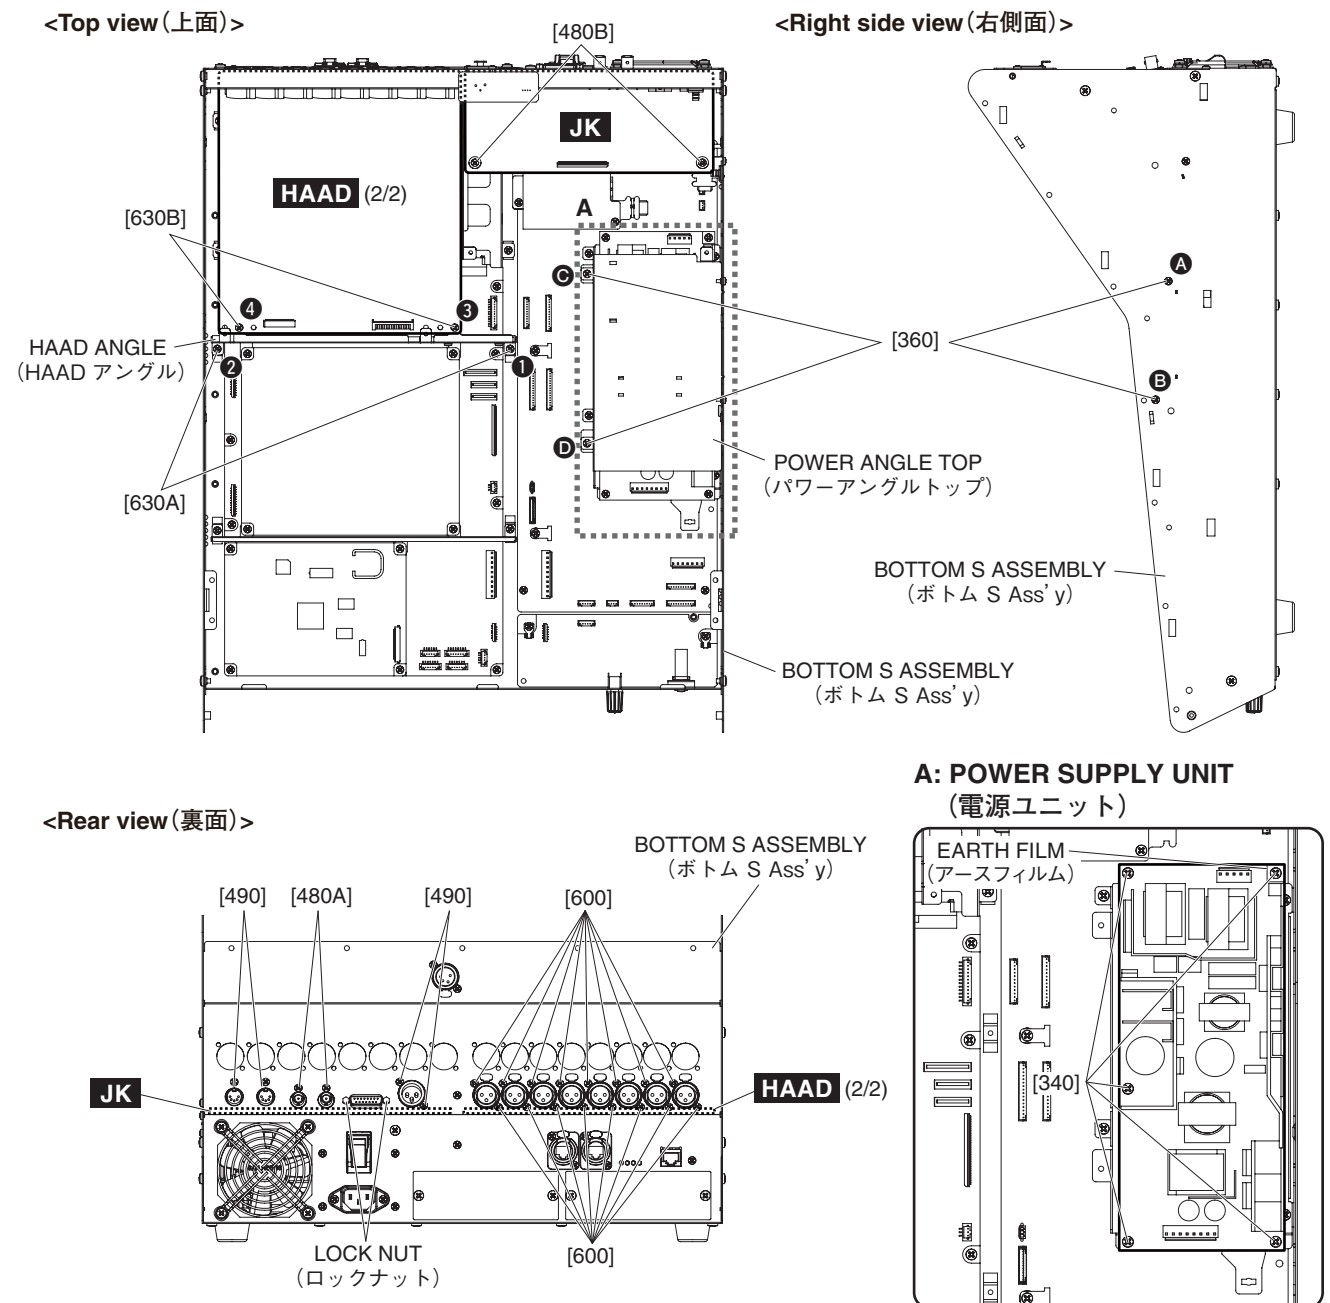

Fig. 6 (図6)
- A-5-4-3 Remove the sixteen (16) screws marked [600] and two (2) screws marked [630A]. The HAAD angle and HAAD (2/2) circuit board can then be removed. (Fig. 6)
- A-5-4-4 Remove the two (2) screws marked [630B]. The HAAD angle can then be removed. (Fig. 6)
* **When installing the HAAD (2/2) sheet, tighten the screws marked [600] first and then tighten the screws marked [630A] and [630B] in the order ❶ – ❹ shown in Fig. 6**
- A-5-4-3 [600] のネジ 16 本と [630A] のネジ 2 本を外して、HAAD アングルと HAAD (2/2) シートを外します。(図 6)
- A-5-4-4 [630B] のネジ 2 本を外して、HAAD アングルを外します。(図 6)
※ HAAD (2/2) シートを取り付ける際は、[600] のネジを締めてから、図 6 に示す ❶ ~ ❹ の順に [630A] のネジと [630B] のネジを締めてください。
- A-7-4 Remove the two (2) screws marked [480A], two (2) screws marked [480B], four (4) screws marked [490] and two (2) lock nuts. The JK circuit board assembly can then be removed. (Fig. 6)
* **When installing the JK circuit board assembly, first tighten the screws marked [480A], [490] and lock nuts and then tighten the screws marked [480B]. (Fig. 6)**
- A-8-4 Remove the four (4) screws marked [360]. The power angle top can then be removed. (Fig. 6)
* **When installing the power angle top, tighten the screws **A** to **D** shown in fig. 6 in numerical order.**
- A-8-5 Remove the five (5) screws marked [340]. The power supply unit can then be removed. (Fig. 6)
* **The earth film is not part of the power supply unit. Install a new earth film when replacing the power supply unit. (Fig. 6)**
- A-7-4 [480A] のネジ 2 本と [480B] のネジ 2 本と [490] のネジ 4 本とロックナット 2 個を外して、JK シート Ass'y を外します。(図 6)
※ JK シート Ass'y シートを取り付ける際は、[480A] のネジと [490] のネジとロックナットを締めてから [480B] のネジを締めてください。(図 6)
- A-8-4 [360] のネジ 4 本を外して、パワーアングルトップを外します。(図 6)
※ パワーアングルトップを取り付ける際は、図 6 に示す **A** → **D** の順にネジを締めてください。
- A-8-5 [340] のネジ 5 本を外して、電源ユニットを外します。(図 6)
※ アースフィルムは、電源ユニットの構成部品ではありません。電源ユニットを交換する際には、新しいアースフィルムを取り付けてください。(図 6)